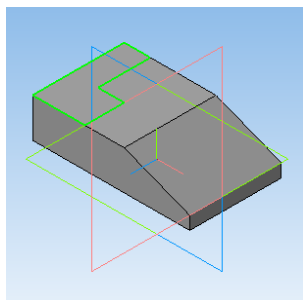
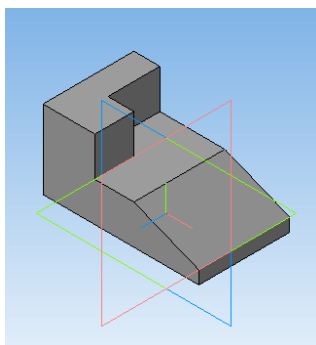

Рисунок 13.26 – Выход из режима «Эскиз»
Рисунок 13.27 – Применение выдавливания
13. Выйдите из режима Эскиз (рисунок 13.26) и выдавите объект на высоту 15 мм (рисунок 13.27).